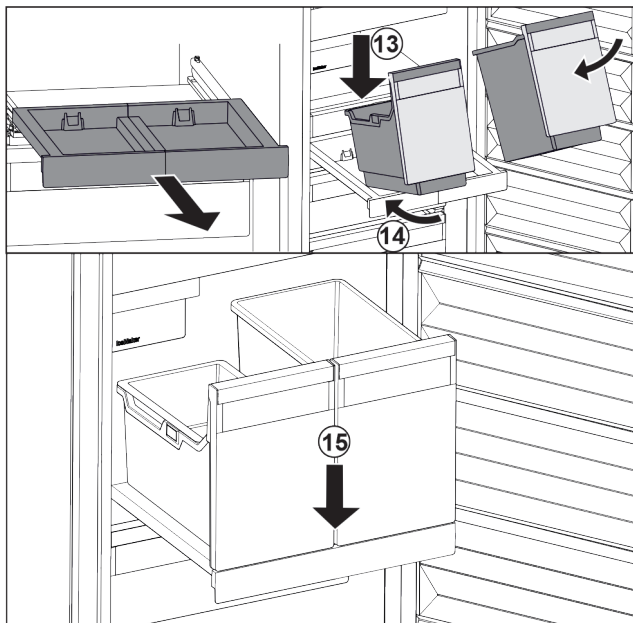

Fig. 200
- ▶ Placer les bacs sur le compartiment coulissant en les inclinant. Fig. 200 (13)
- ▶ Pousser les bacs jusqu'au fond en les inclinant. Fig. 200 (14)
- ▶ Déposer les bacs par l'avant. Fig. 200 (15)